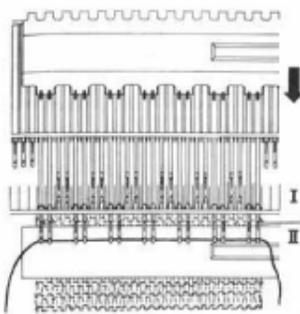

Fig. 103
**1. Bem:** Rot ist im Fadenführer eingefädelt. Musterschiene mit 2-2 Teilung hinter die 1. und 2. N setzen und die N paarweise in Einlegstellung vorschieben (evtl. Zungen öffnen). Weiss über die offenen N legen, Fig. 103, 1 G str. Diese Bem noch 2mal wiederholen.